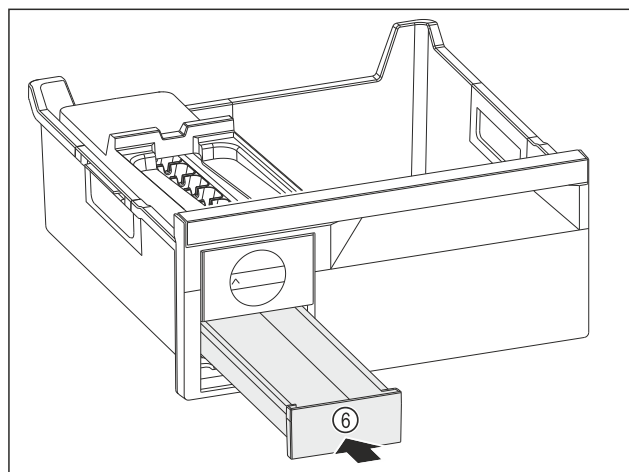

Fig. 193
- Вкарайте чекмеджето за ледени кубчета Fig. 193 (6).